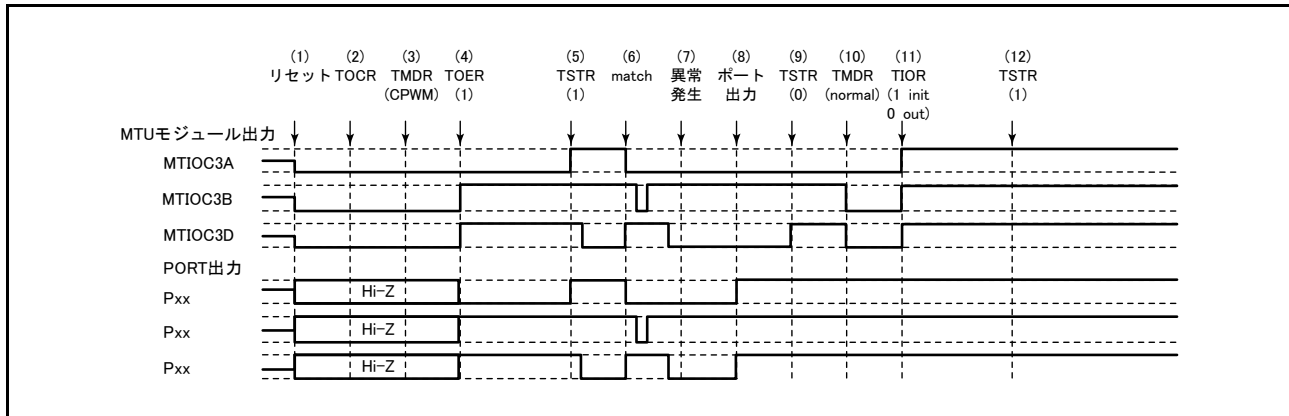

図 16.163 相補 PWM モードで異常が発生し、ノーマルモードで復帰する場合
相補 PWM モードで異常が発生し、再設定後ノーマルモードで再スタートする場合の説明図を図 16.163 に示します。
(1) ~ (9) は図 16.163 と共通です。
(10) PWM モード 1 を設定してください (MTU 出力は Low となります)。
(11) TIOR レジスタで端子を初期化してください (PWM モード 1 では MTIOCnB (MTIOCnD) 端子に波形が出力されません。出力すべきレベルがある場合は、I/O ポートのデータディレクションレジスタ (DDR)、データレジスタ (DR) で汎用出力ポートの設定をしてください)。
(12) TSTRA レジスタで再スタートします。
(23) 相補 PWM モードで動作中に異常が発生し、相補 PWM モードで再スタートする場合の動作
(10) TSTRA レジスタで再スタートします。
(11) コンペアマッチの発生により相補 PWM 波形を出力します。
(24) 相補 PWM モードで動作中に異常が発生し、相補 PWM モードで新たに再スタートする場合の動作
(10) ノーマルモードを設定し新しい設定値を設定してください (MTU 出力は Low となります)。
(11) TOERA レジスタで MTU3、4 の出力を禁止してください。
(12) TOCR1A、TOCR2A レジスタで相補 PWM モードの出力レベルと周期出力の許可禁止を選択してください。
(13) 相補 PWM を設定します。
(14) TOERA レジスタで MTU3、4 の出力を許可してください。
(15) TSTR レジスタで再スタートします。
(25) 相補 PWM モードで動作中に異常が発生し、リセット同期 PWM モードで再スタートする場合の動作
(10) ノーマルモードを設定してください (MTU 出力は Low となります)。
(12) TOCR1A、TOCR2A レジスタでリセット同期 PWM モードの出力レベルと周期出力の許可禁止を選択してください。
(13) リセット同期 PWM を設定します。
(26) リセット同期 PWM モードで動作中に異常が発生し、ノーマルモードで再スタートする場合の動作